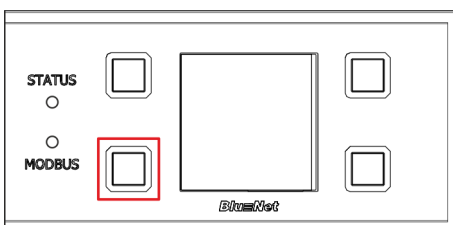

Abb. 80: Display mit Bedientasten
2. ➤ Taste neben der Modbus-LED für zwei Sekunden drücken und wieder loslassen (Abb. 80/rote Markierung).